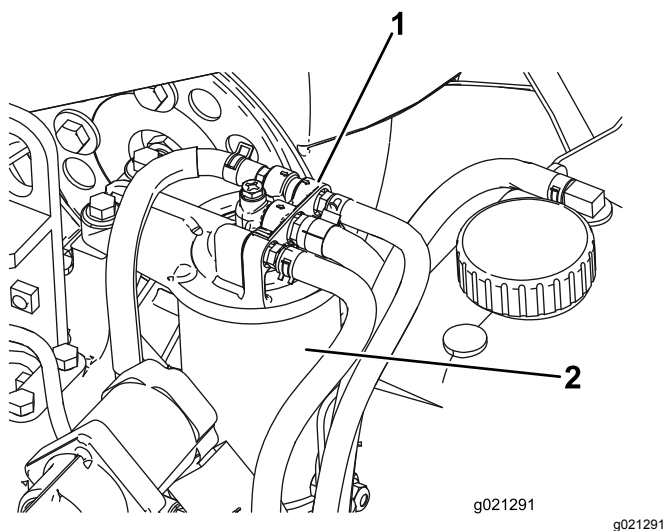

Figura 80
1. Limpe a zona em torno da cabeça do filtro de combustível (Figura 80).
2. Retire o filtro e limpe a superfície de montagem da cabeça do filtro (Figura 80).